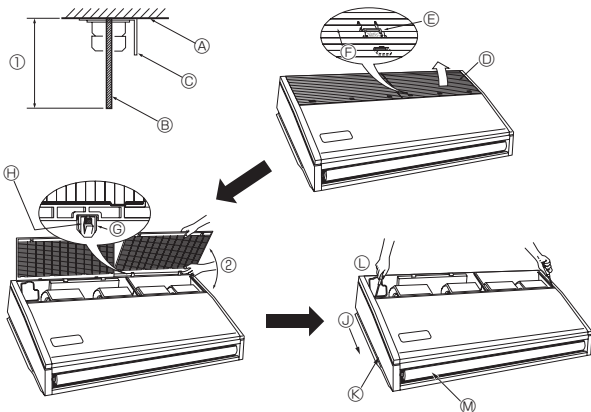

Fig. 3-4
3.2.4. Preparação da unidade interior (Fig. 3-4)